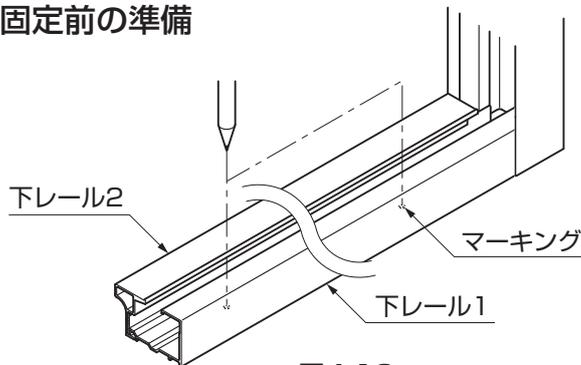

図4-10
①下レール1の加工穴をガイドにして、ネジ固定位置を床面にマーキングしてください。(図4-10参照)